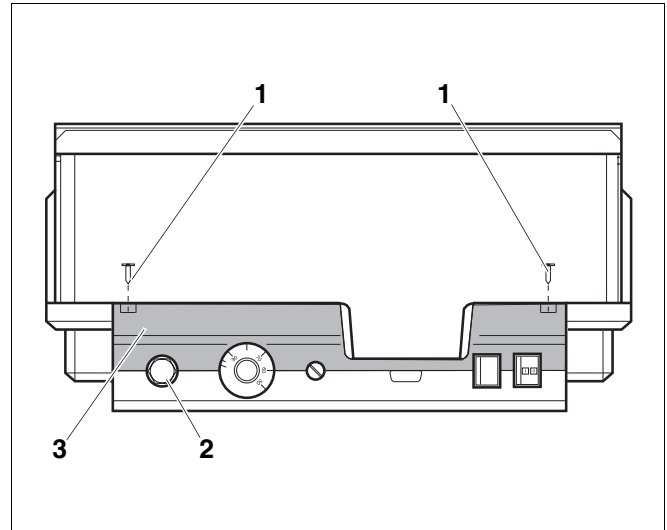

Abb. 1 Regelgerät Logamatic 4...
- Zur Einstellung der geforderten Temperaturen muss der Sicherheitstempurbegrenzer (STB) (Abb. 1, **Pos. 2**) aus dem Gehäuse herausgenommen werden.
- Um den Sicherheitstempurbegrenzer auszubauen, müssen die beiden Schrauben (Abb. 1, **Pos. 1**) herausgedreht werden.
- Nehmen Sie den Deckel (Abb. 1, **Pos. 3**) ab.
- Schrauben Sie die Schutzkappe (Abb. 1, **Pos. 2**) ab.